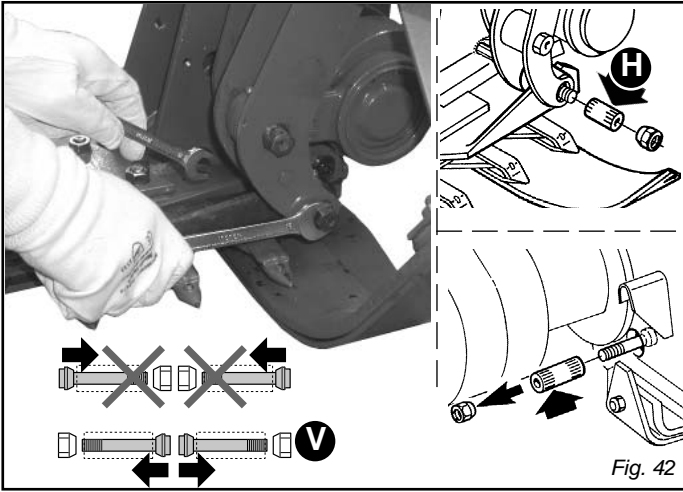
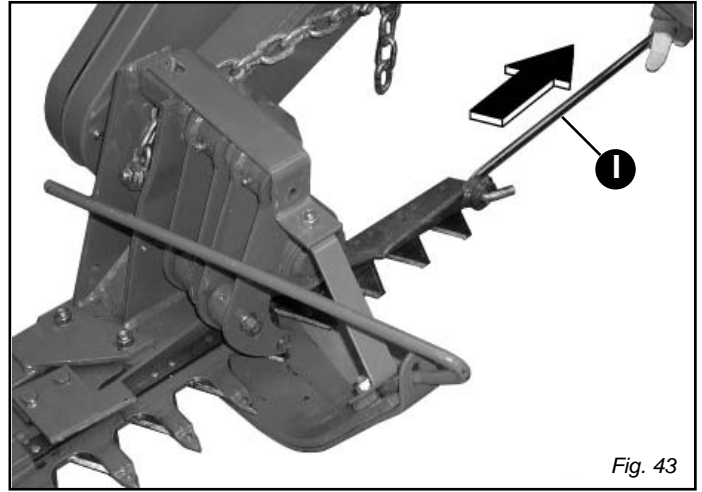

Fig. 42
Fig. 43
- Quite el perno de expansión (H, Fig. 42) y extraiga la barra portasecciones (Fig. 43) con el tirante de enganche (I, Fig. 43).
- Quite el perno de expansión (H, Fig. 42) y extraiga la barra portasecciones (Fig. 43).